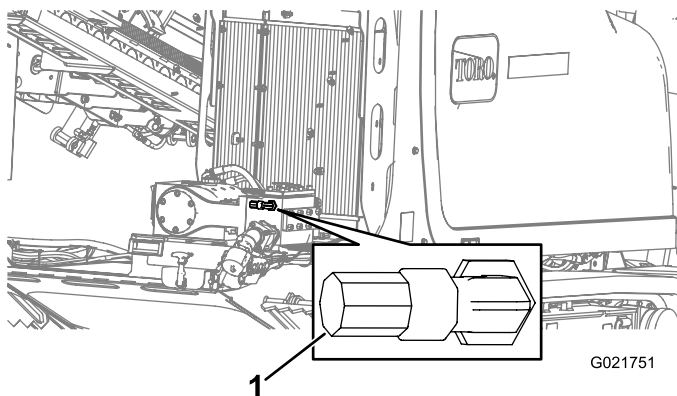

Figura 155
5. Conecte la manguera de pulverización al acoplamiento (Figura 155).